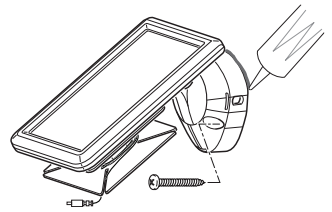

Figure 8
1. Placez le panneau solaire contre la surface de montage, puis marquez l'emplacement des trous (voir la Figure 8).